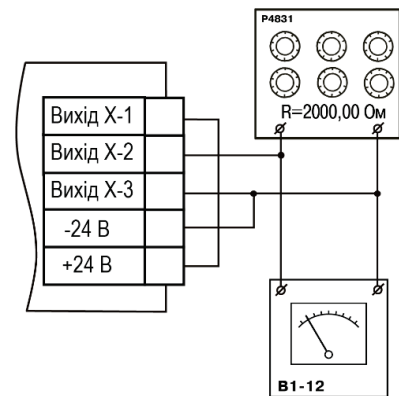

Рисунок 8.8. – Підключення вольтметра і магазину опорів
1. Підключити до виходу, що юстується, навантаження R_n і вольтметр згідно рисунок 8.8.